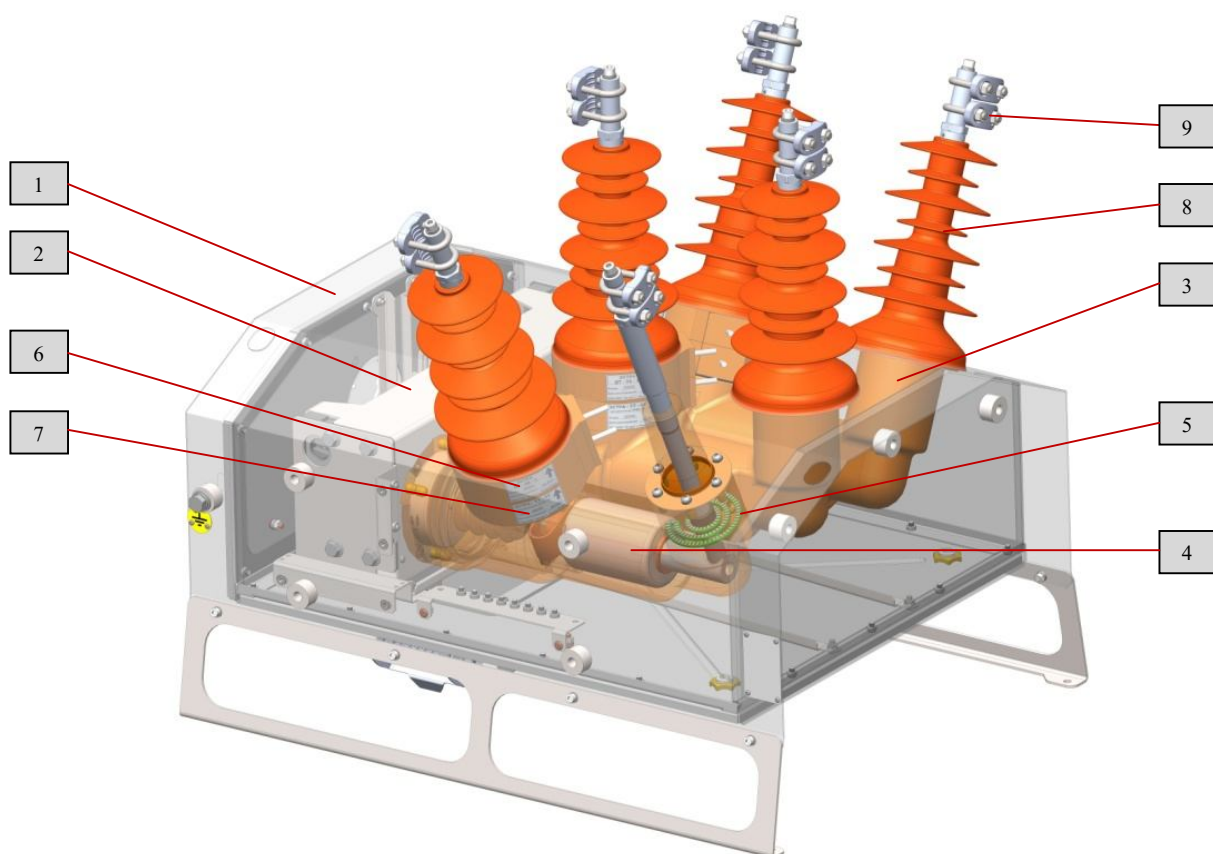

Рис. 2 Коммутационный модуль
Коммутационный модуль (рис. 2) состоит из вакуумного выключателя размещенного в металлическом корпусе (1), высоковольтных проходных изоляторов и встроенных датчиков тока и напряжения.